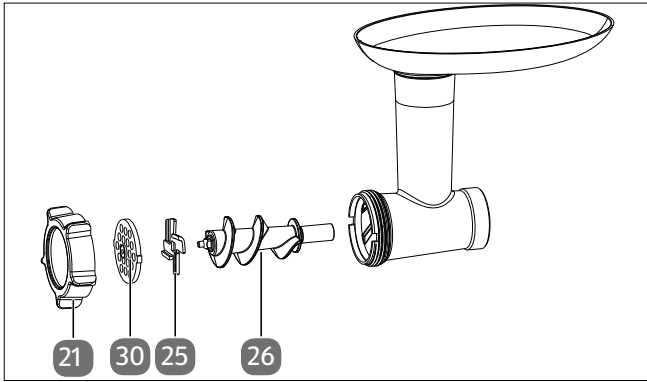

Fig. 12 – Accessoires pour hachoir à viande
- ▶ Assemblez le hachoir à viande avec les accessoires dans l'ordre indiqué ci-dessus (voir Fig. 12).